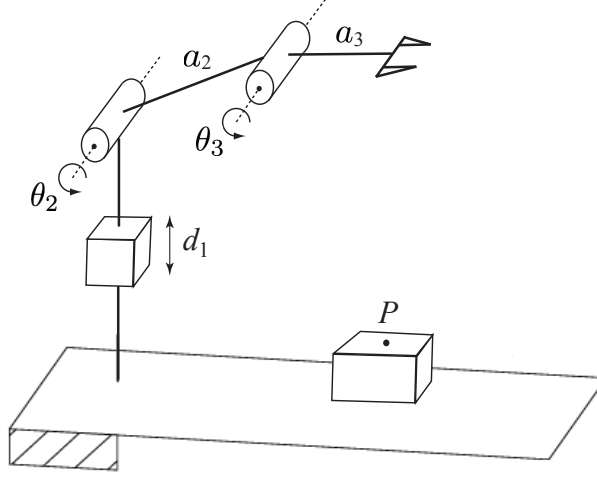

FIGURE 1 – Manipulateur à 3 DDL.
1. Positionner les repères et déterminer les paramètres de Denavit-Hartenberg du manipulateur PRR à 3 DDL montré dans la Figure 1 ci-dessous.
3. En sachant que les coordonnées du point P en Figure 1 sont $\mathbf{p}^3 = [0, -1, 0]^T$ dans le repère de l'effecteur du robot, déterminer les coordonnées du même point dans le référentiel de la deuxième et de la troisième articulation du robot.